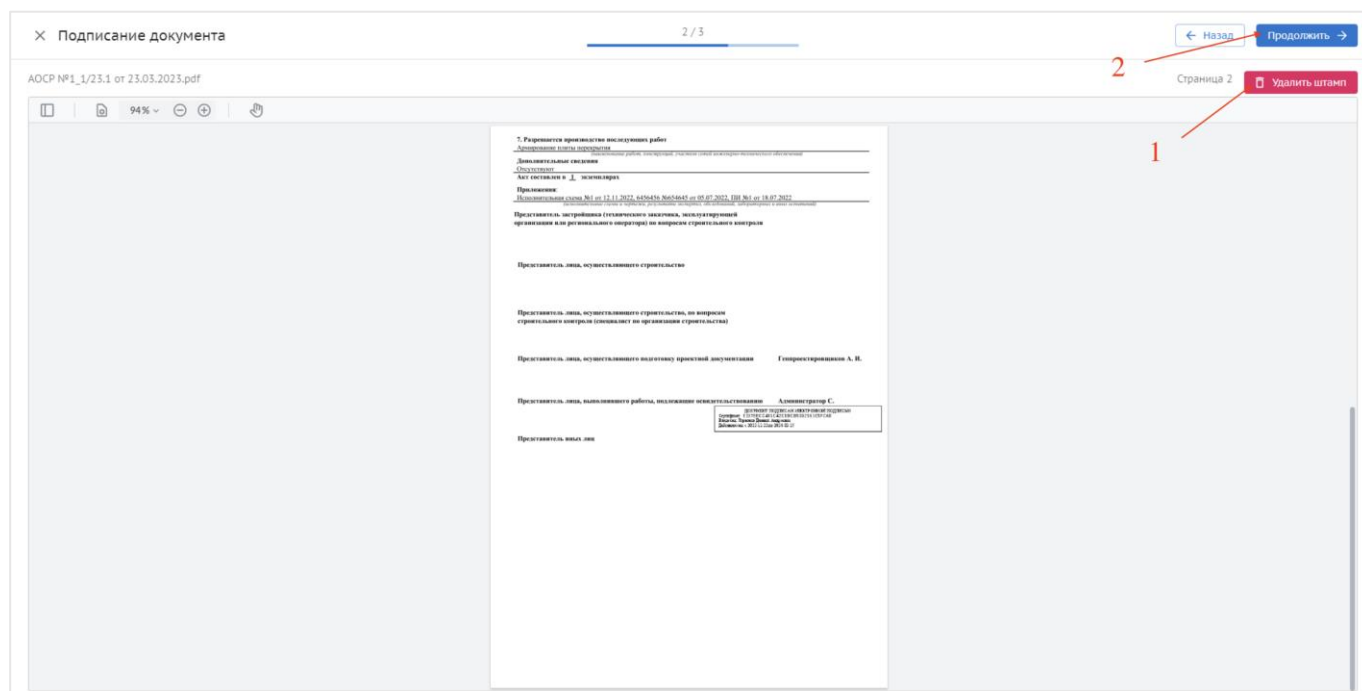

Рис. 77 – Добавление штампа ЭП
10. Размещение штампа происходит автоматически, но при необходимости положение можно скорректировать, нажав на него и переместив в нужное место. Также при необходимости штамп можно удалить (1). По окончании работы со штампом нажать «Продолжить» (2) (рис. 77);